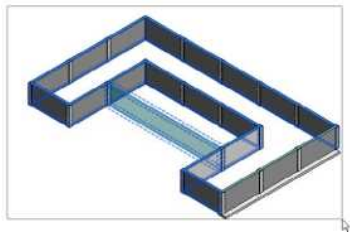
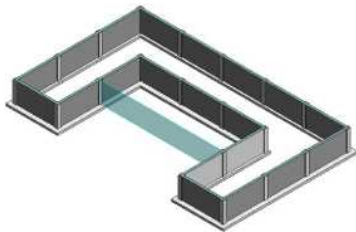

图 10-5 框选墙体
图 10-6 创建条形基础
(4) 单击“多个”面板中的“选择多个”按钮, 框选视图中其余的墙体，如图 10-5 所示，单击“完成”按钮, 完成其余条形基础的创建，如图 10-6 所示。